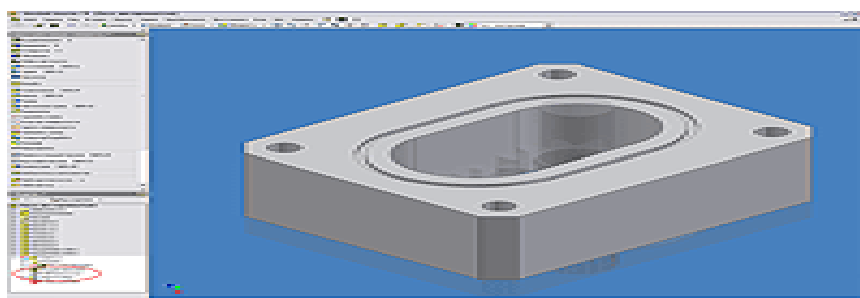

Рисунок 7
7. Используя типовые операции работы с эскизами и конструктивными элементами производим построение недостающих элементов детали – уплотнительных пазов (см. Рисунок 7).